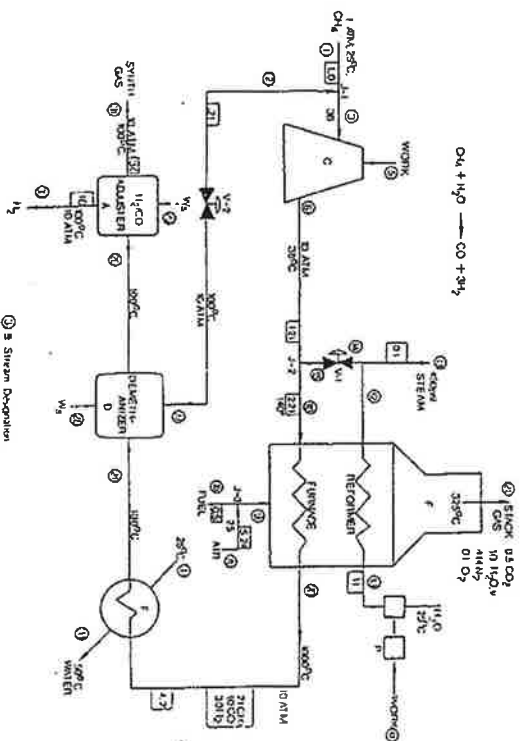

Figura 5 : Processo de reforma de metano.
5. Considere o processo de reforma de metano para a produção de gás de síntese mostrado na figura 5. Metano é comprimido a 10 atm e misturado com um mol de vapor por mol da alimentação. A mistura resultante está a 1400°C e contém 0,30 kg/kg vapor saturado. A mistura é então aquecida a 1000°C que gera vapor reagente bem como vapor suplementar (0,1 mol/mol da alimentação) a 30,6 atm. O forno é alimentado com metano cujo consumo é 0,5 mol de combustível/mol de metano de alimentação, com 10% de excesso de ar. Os gases reformados contém 5% de metano não reagido. Estes gases são resfriados até 1000°C e enviados para um desmetanizador que remove todo o metano, e em seguida para um absorvedor que remove H₂ de modo a se ter um fluxo de gás de síntese tendo uma relação H₂/CO de 2/1. Determine a exergia total destruída no processo por mol de CH₄ de alimentação.